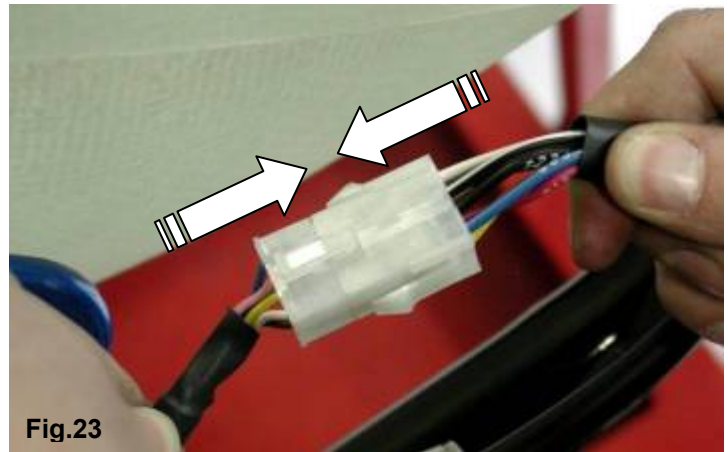

Fig.23
2.9.5 -CONNECT THE TERMINAL FROM THE IGNITION WITH THE 8 POLES TERMINAL ON THE HARNESS (SEE FIG.23).